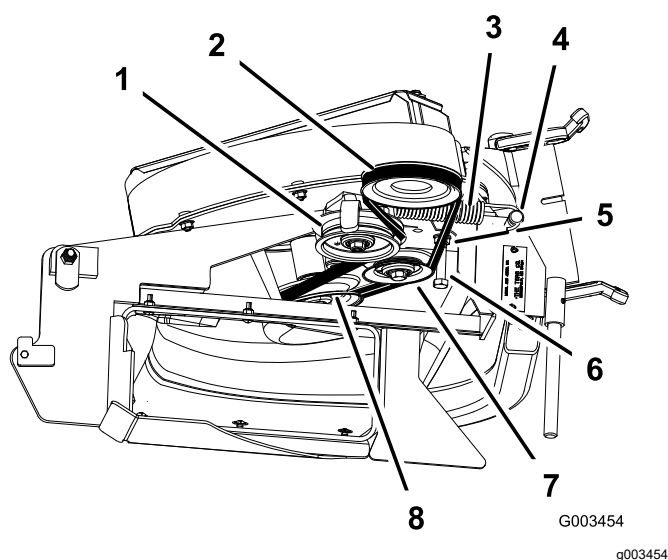

Bild 42
3. Lösen Sie die Schraube der Riemenführung (Bild 42).
5. Legen Sie den neuen Riemen um die Riemenscheibe am Gebläse (Bild 42).
7. Ziehen Sie die Schraube der Riemenführung fest (Bild 42).
9. Verlegen Sie den Riemen auf die gefederte Spannscheibe (Bild 42).